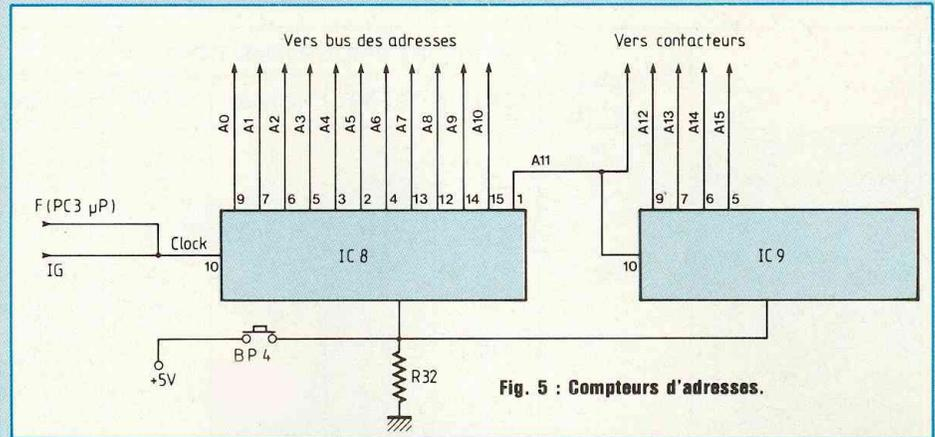

Fig. 5 : Compteurs d'adresses.
**Les compteurs d'adresses** (figure 5) Ceux-ci sont constitués de deux circuits 4040 qui sont des compteurs